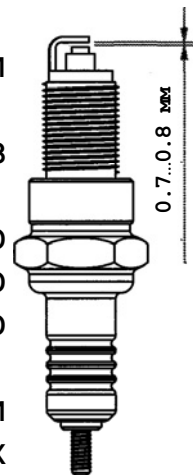

Рис. 9
4. Рекомендуется проверить величину межэлектродного зазора, которая должна быть около 0.7...0.8 мм (рис.9). При существенном отличии измеренной величины зазора указанным требованиям заменить свечу.